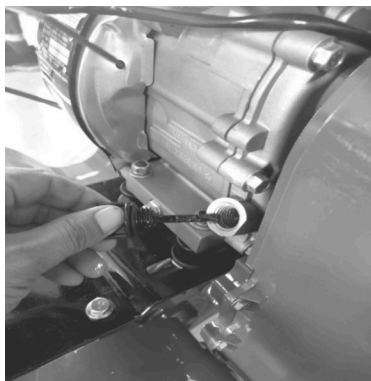

Figura 2
- Desenrosque la varilla de nivel del aceite del motor y límpiela (consulte la Figura 2).